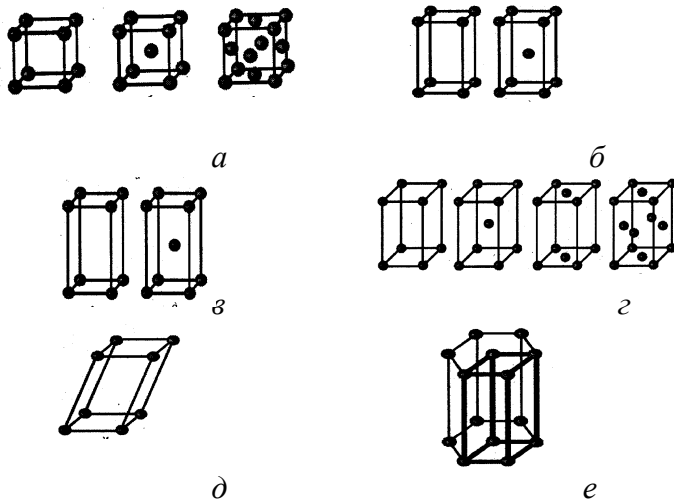

Рис.4
32. Представленная схема соответствует гексагональной решетке (рис.4)...